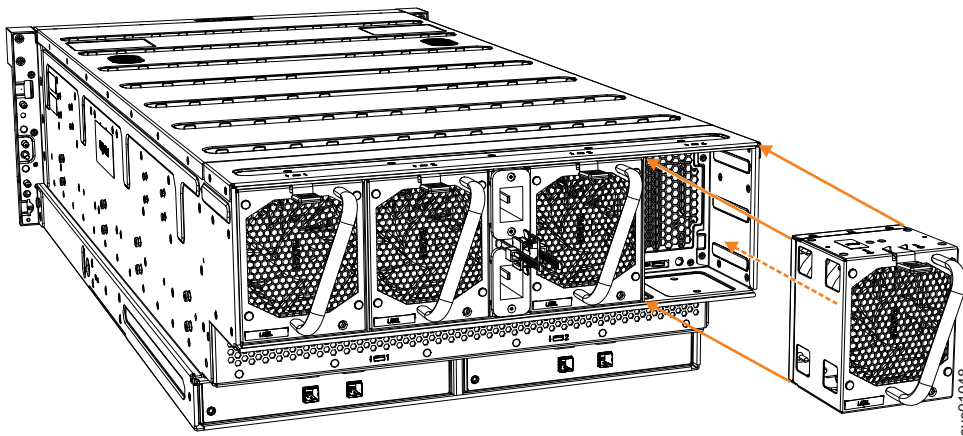

図 84. ファン・モジュールの交換
2. 図 84 に示すように、ファン・モジュールが所定の位置にカチッと収まるまで、慎重にシャーシ内に挿入します。